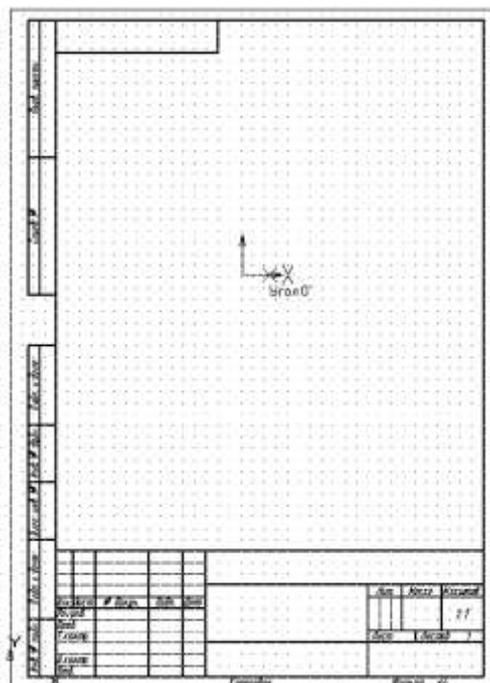

Рисунок 2.3 – Формат с установленной сеткой
3. Появившуюся систему координат поместите в середине листа. На формате установлена сетка в виде точек, находящихся на расстоянии 5мм по горизонтали и вертикали (рисунок 2.3).